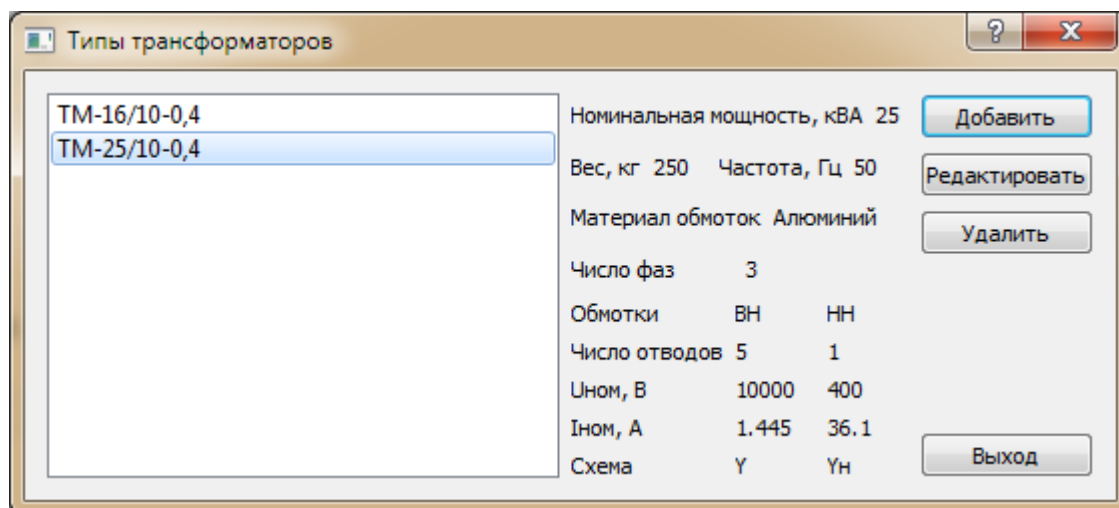

Рис. 25. Справочник типов трансформаторов
**6.1.1.** Открывается справочник через меню «Испытание -> Типы трансформаторов...». Внешний вид окна справочника представлен на рис. 25.